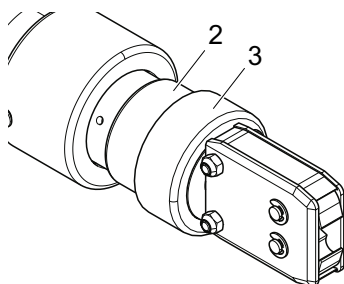

Fig. 13 : Rotation de la tête de pince
2. Saisissez la tête de pince dans la zone 2 (Fig. 13/2) et faites-la tourner dans la position souhaitée.